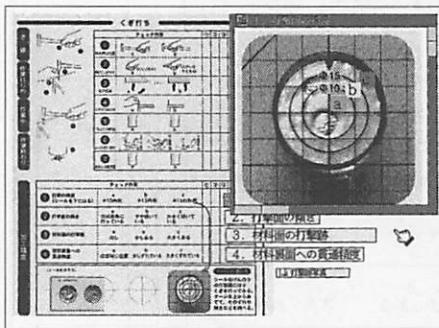

図2 打撃の精度
- ①打撃の精度
- ②打撃面の傾き
- ③材料面の打撃跡
- ④材料裏面への貫通精度
①の打撃の精度チェックのために、この診断カルテには、げんのうの打撃面にはりつける、アルミ箔のシールが入っており、生徒のくぎ打ちの作業中、くぎの頭がげんのうのどの位置に当たっているかが、図2のように、その痕跡から即座にわかるしくみになっている。くぎ打ちの初心者の場合は、打撃痕が分散する傾向にあり、熟練者の場合は、中央部に集まる傾向がある。
で、くぎがまっすぐに打てたか調べやすくできるためである。また、くぎ打ち加工精度チェックの具体的な基準をわかりやすく示すために、図2~5のように、トロンのコンピュータを活用し、診断カルテ部分にリンクさせてプレゼン画面を作成し、プロジェクターで示しながら説明した。